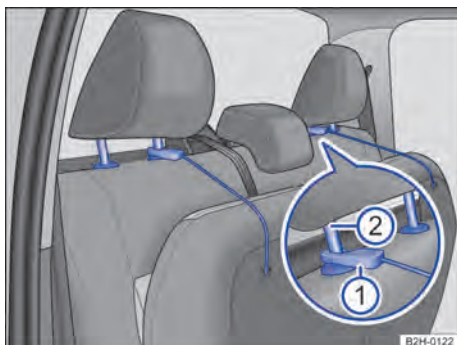

Fig. 70 En el asiento trasero: fijación de la banqueta en los apoyacabezas.
3. Dado el caso, suba el apoyacabezas y enganche la cinta → fig. 70 ① en la barra interior del apoyacabezas ②.